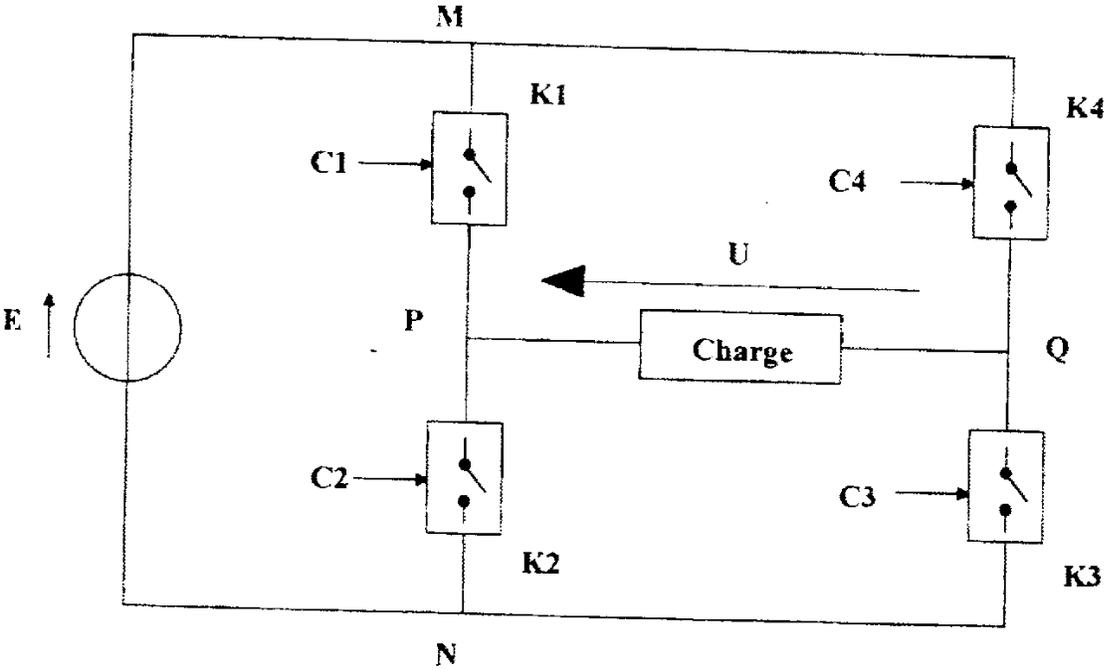

Figure 2
Le schéma de l'onduleur est représenté figure 2.
**II. Etude de l'onduleur (figure 2)**